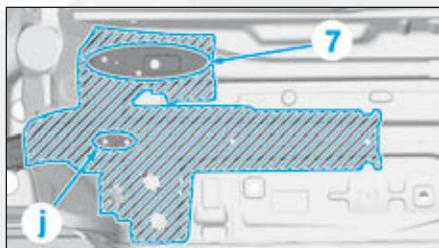

FIG.12
- une couche d'antigravillonnage (Fig.12),